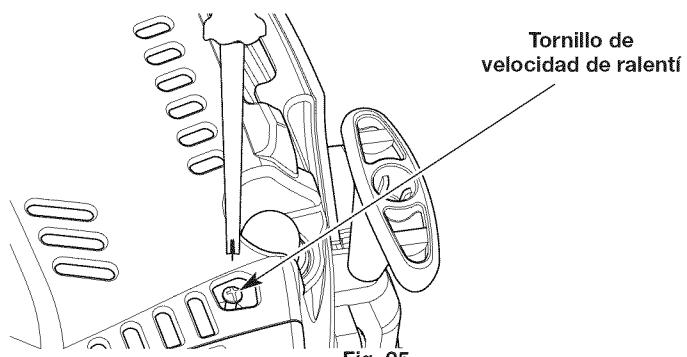

Fig. 25
- Suelte el control del acelerador y deje que el motor funcione en ralentí. Si el motor se para, use un destornillador Phillips pequeño para girar el tornillo de velocidad de ralentí en el sentido de las agujas del reloj, 1/8 de giro cada vez (según sea necesario) hasta que el motor funciona al ralentí de manera uniforme (Fig. 25).
- Si el motor funciona al ralentí demasiado rápidamente, gire el tornillo de velocidad de ralentí en el sentido contrario a las agujas del reloj, 1/8 de giro cada vez (según sea necesario) para reducir la velocidad de ralentí (Fig. 25).